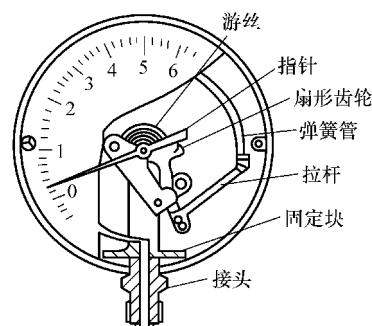

图 7-32 低压表和高压表指针工作原理
1) 低压表和高压表指针工作原理。如图7-32所示，当一定压力的制冷剂从接头进入弹簧管时，由于弹簧管内、外压力差的作用，使弹簧管膨胀变形，并通过拉杆使扇形齿轮旋转一定角度，从而带动小齿轮和指针也旋转一定角度，指针所指的读数即所测的压力。当空调系统内压力低于大气压时，弹簧管收缩变形，指针所指的读数即真空度。